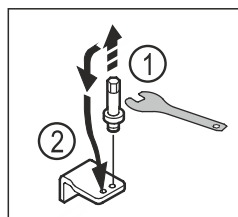

Fig. 18
- ▶ Bolzen des unteren Lagerbocks mit Außensechskantschlüssel SW5 herausdrehen. Fig. 18 (1)
- ▶ Bolzen auf der Gegenseite einsetzen. Fig. 18 (2)